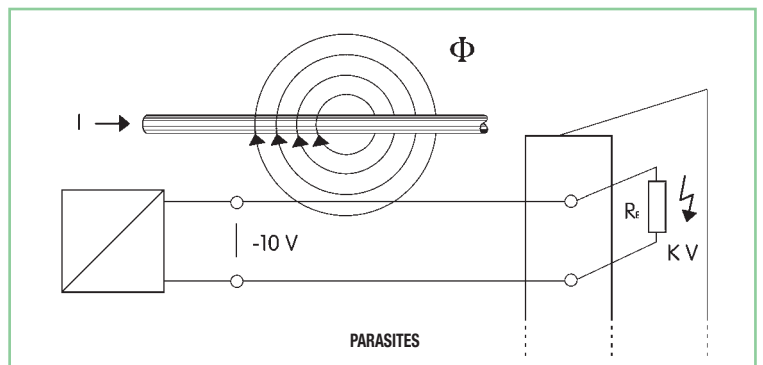

figure 6
- les câbles du signal sont câblés dans des conduits avec des câbles de puissance (figure 6).